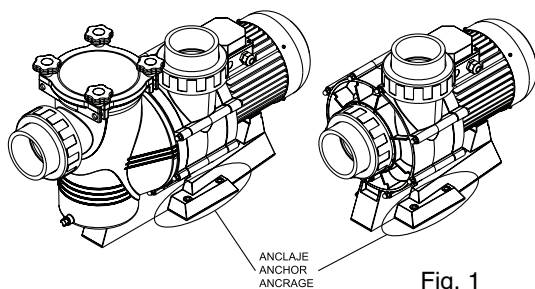

Fig. 1
- Toutes les pompes sont dotées d'un pied pourvu de deux orifices destinés à fixer ces dernières au sol au moyen d'un ancrage (Fig. 1).